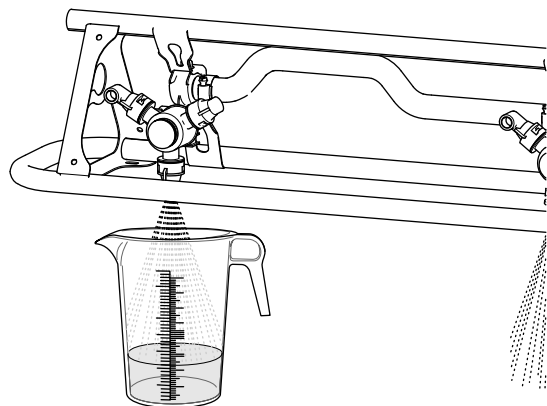

Figura 51
5. Raccogliete l'acqua dall'ugello di irrorazione fino a quando smette di fluire (Figura 51).